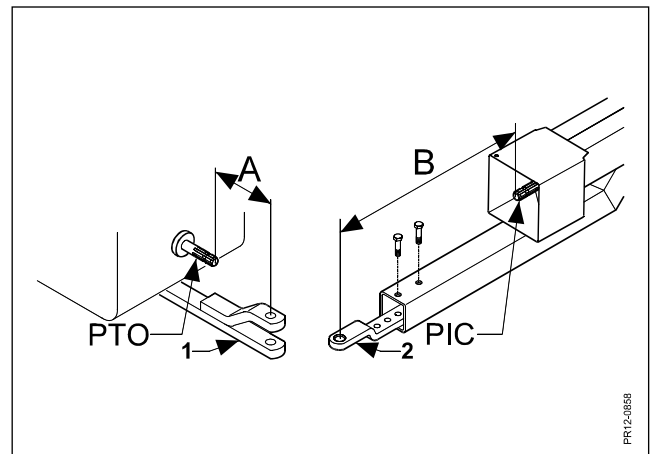

Fig. 2-8
Fig. 2-8 Ställ in traktorns dragbom(1), så att avståndet "A" blir minsta möjliga. Ställ in maskinens dragbom(2), så att måttet "B" blir största möjliga. Maskinens dragbom(2) skall vändas, så att kraftöverföringsaxeln blir så vågrätt som möjligt. (Notera: Beslagen för dragbommen **skall** alltid monteras med 2 bultar)